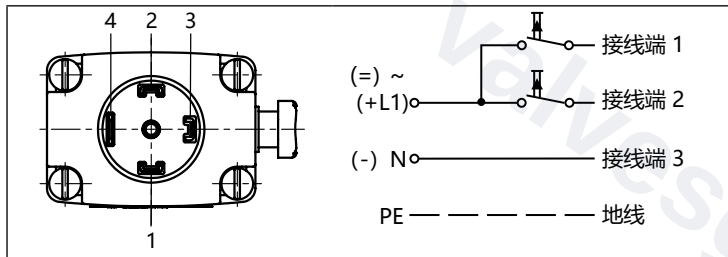

图 8： 电路图
- 按照“图 8： 电路图”中的方式连接脉冲阀（版本代码 CF 02）。接线端 1 上的脉冲用于关闭阀门，接线端 2 上的脉冲用于打开阀门。